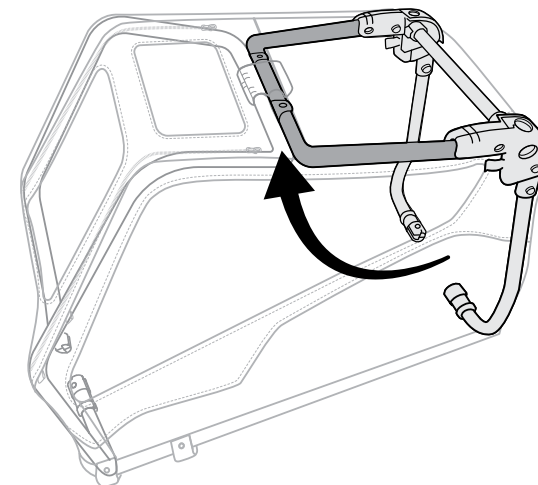
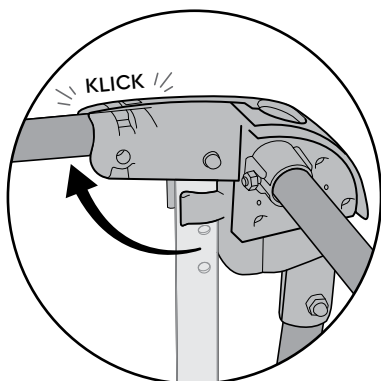

Abbildung 3
Abbildung 4
3. Das mittlere Rahmenrohr so weit nach oben klappen (Abbildung 3), dass die Rahmenknöpfe einrasten (Abbildung 4).